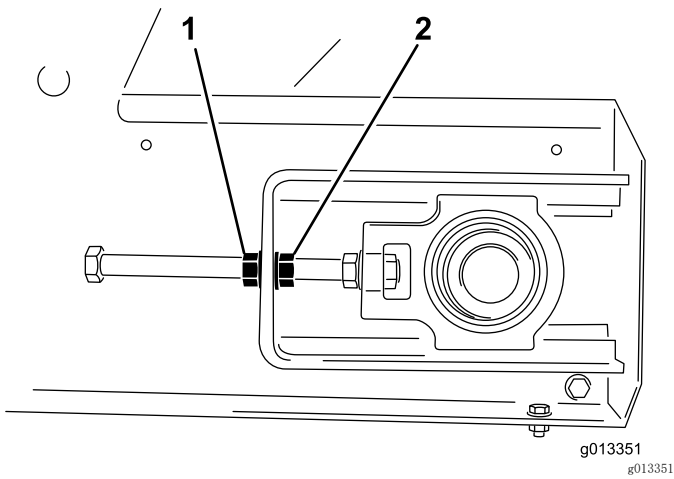

图55
4. 使用 2 把扳手，保持张紧装置杆的端头不动，然后拧松距离杆端头最近的锁紧螺母（图 55）。
3. 输送带偏向哪一侧，就保持住那一侧的张紧器杆不动，然后松开锁紧螺母，并上紧调节螺母 2 个面（图55）。